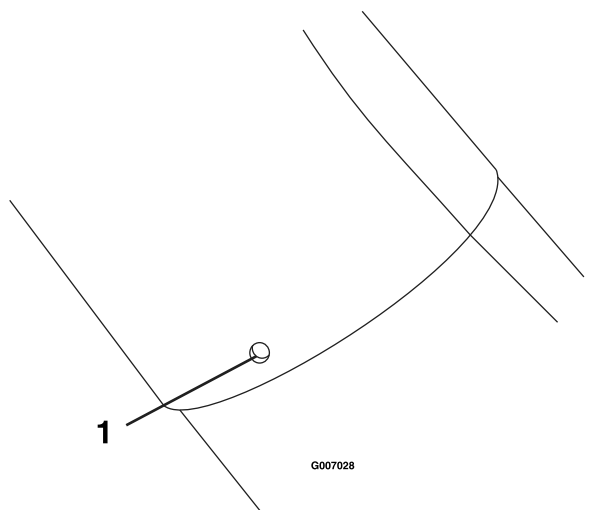

Figure 18
9. Percez des trous de 5,7 mm (7/32 po) de diamètre dans le tube inférieur en vous servant des trous du tube supérieur comme référence (Figure 18).